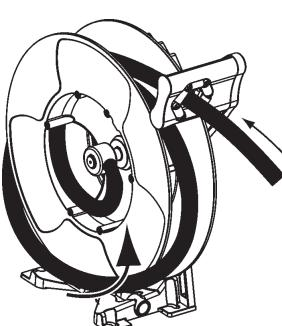

Fig. 13
- Insérer le flexible sur un tour à l'intérieur du tambour par une flasque de l'enrouleur (fig. 13).